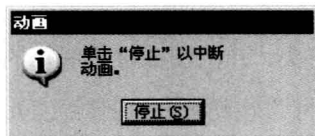

图 2.10.21 “动画”对话框
Step 5 选中 ☒ **显示尺寸** 复选框, 单击 **应用** 按钮启动动画, 同时弹出“动画”对话框(图 2.10.21), 此时可以看到所选尺寸的动画模拟效果。